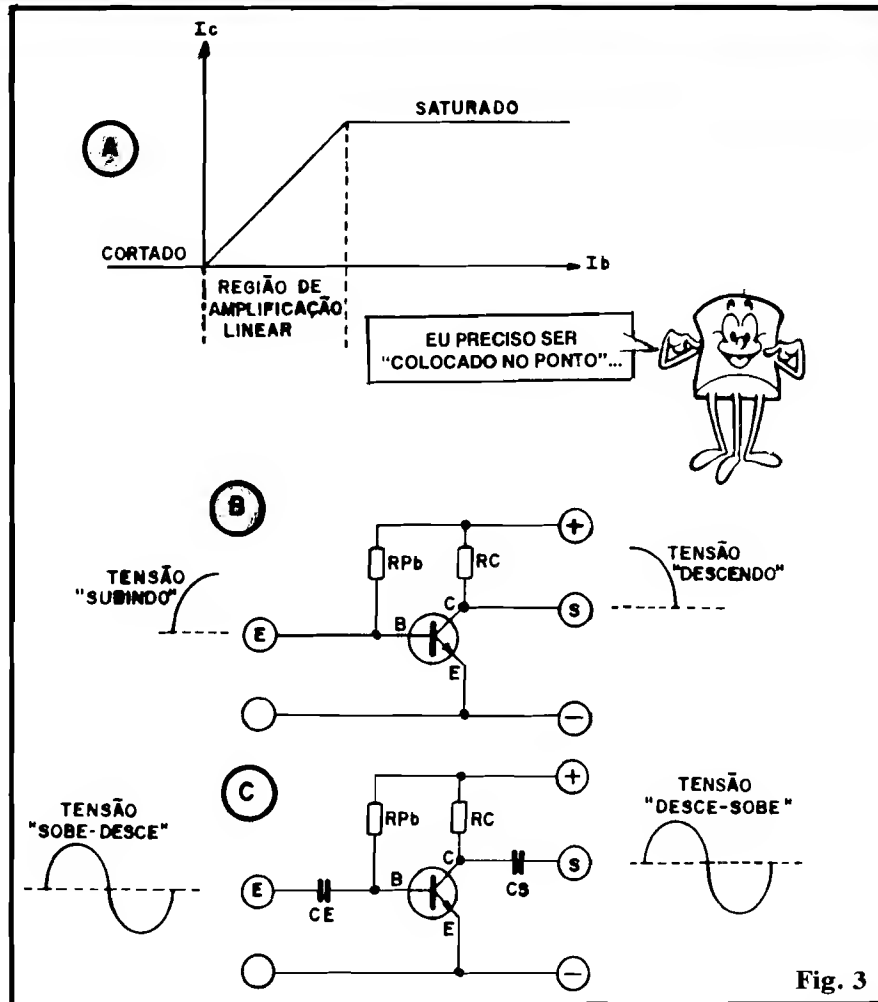

Fig. 3
- **FIG. 3-A** - Para que um transistor possa trabalhar como amplificador "proporcional" das pequenas variações de **tensão** (e, consequentemente, de **corrente** - olha a "velha" Lei de Ohm...) aplicadas ao seu terminal de **base**, esta deve
ser previamente polarizada sob uma tensão tal que leve o componente a um "ponto" **médio** (nem "saturado", nem "cortado"...). Esse "ponto de funcionamento" situa-se na chamada **Região Linear** da curva que referencia a corrente de **coletor** em função da corrente de **base**. O gráfico (simplificado...) da fig. 3-A mostra a tal "Região Linear" da curva... É bom lembrar desde já que a junção **base/emissor** (por enquanto estamos falando apenas nos transistores NPN, com as devidas "inversões" nas polaridades, **tudo** o que for explicado vale também para os do tipo PNP, não se esqueçam...), conforme vimos na "Aula" anterior, pode ser interpretada como um simples diodo (junção P-N...) e que assim tem a sua **barreira de potencial** (ver "Lição" sobre os Diodos, em ABC nº 3...) a ser "vencida"! Num transistor bipolar típico, esse "degrau" situa-se em aproxima-
- **FIG. 3-B** - Calculando-se o valor do resistor de polarização de base R_b de modo a situar o transistor na sua "Região Linear" (tensão de **base** superior a 0,6V, mas sob corrente "não tão grande" a ponto de saturar o componente - o que levaria a corrente de **coletor** a estabilizar-se num platô máximo - ver fig. 3-A...), podemos então fazê-lo amplificar **proporcionalmente** os sinais ou variações de tensão aplicadas à **base**. Nessa condição ideal de funcionamento linear, mantém-se a propriedade **inversora** (quanto à Tensão) já explicada: se a variação da Tensão do sinal aplicado à base for "para cima", a Tensão manifestada no **coletor** variará "para baixo" (e vice-versa...), e isso mantendo rigorosamente o "desenho" da curva de tensão aplicada à Entrada!
- **FIG. 3-C** - Notem que até agora mostramos todos os esquemas ou configurações como se os sinais, tensões e correntes aplicadas à **base** do transistor, fossem do tipo **contínuo** (de polaridade única...). Mas e quanto à Corrente Alternada (que, como já sabemos, "inverte" sua própria polaridade, de acordo com um ritmo que chamamos de FREQUÊNCIA...)? Um transistor comum pode, perfeitamente, manejar também sinais em Corrente Alternada, a partir de alguns cuidados simples: costumemente intercalamos, na linha de Entrada E e de Saída S, capacitores (que isolam o transistor dos demais blocos, quanto à C.C. porém **permitem** o trânsito da C.A.). A carga/descarga desses capacitores "acompanha" as variações de tensão e polaridade dos sinais aplicados (ou "emergentes"...), permitindo assim ao transistor realizar a sua amplifi-